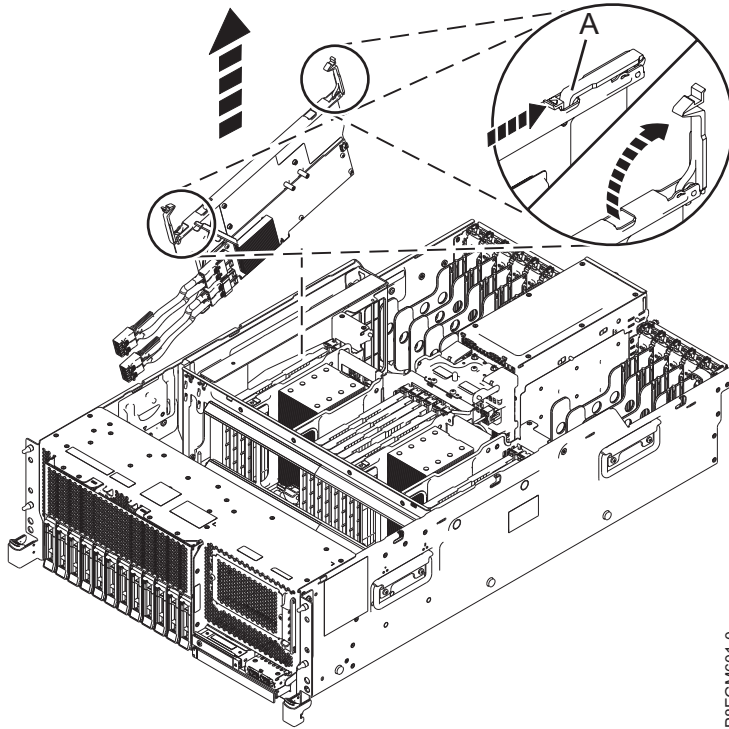

Figure 13. Retrait de la carte SAS RAID interne
5. Soulevez les poignées bleues (A) de la carte SAS RAID interne en suivant la direction indiquée. Voir figure 13, à la page 17.